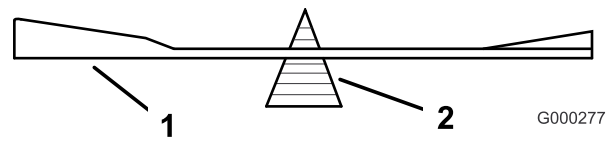
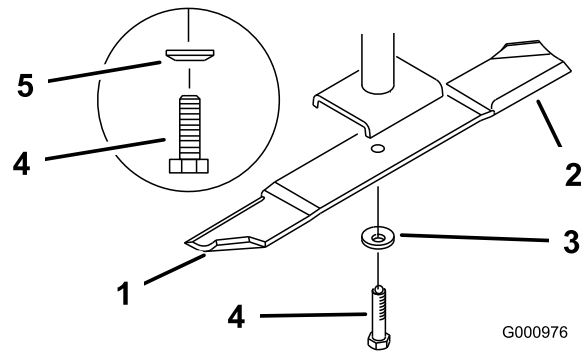

Figure 86
Figure 87
2. Retirez le boulon, la rondelle élastique et la lame de l'axe (Figure 87).
1. Placez la lame sur l'axe (Figure 87).
2. Installez la rondelle élastique et le boulon de la lame. Le cône de la rondelle élastique doit être dirigé vers la tête du boulon (Figure 87).
2. Vérifiez l'équilibre de la lame en la plaçant sur un équilibreur (Figure 86). Si la lame reste horizontale, elle est équilibrée et peut être utilisée. Si la lame est déséquilibrée, limez un peu l'extrémité de la partie relevée seulement (Figure 87). Répétez la procédure jusqu'à ce que la lame soit équilibrée.